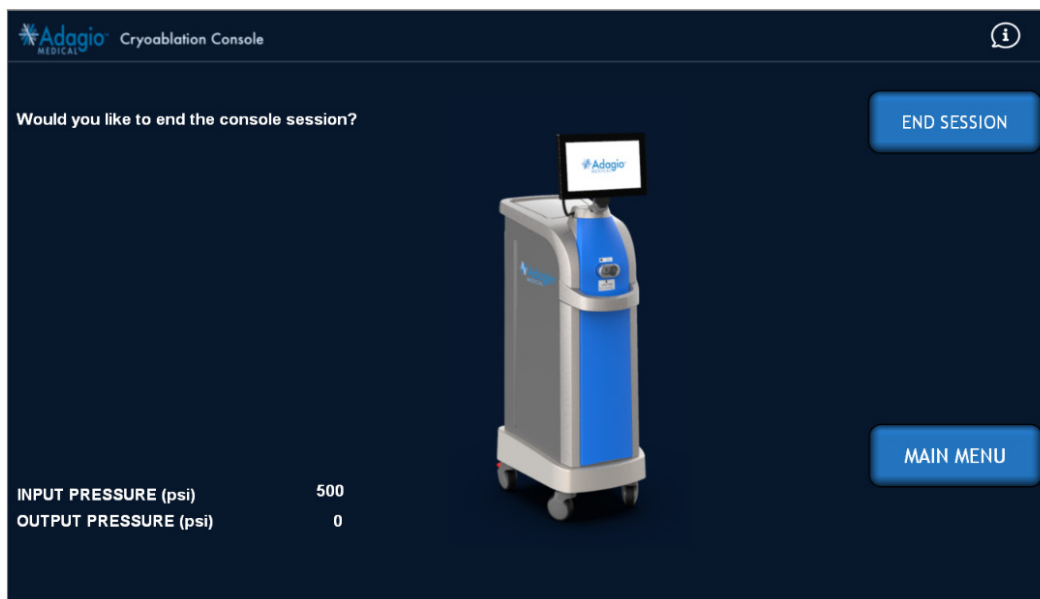

Figure 107 – Écran d'arrêt de la console – Confirmation de la fin de la session
1. Confirmer l'arrêt de la session en appuyant sur « END SESSION » (TERMINER SESSION) sur l'écran ci-dessous (Figure 107).